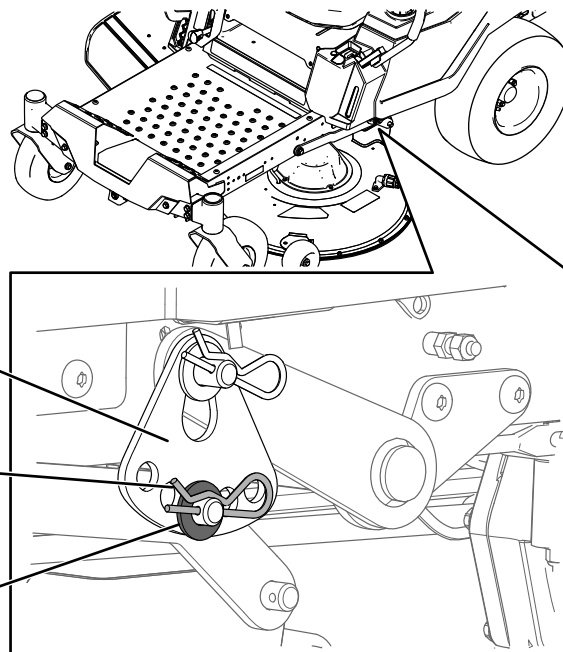

**Figure 71**
4. Placez 2 cales de 6,6 cm d'épaisseur chacune sous chaque côté du bord avant du plateau de coupe, mais pas sous les supports des galets anti-scalp (Figure 71 ou Figure 72).
5. Placez 2 cales de 7,3 cm d'épaisseur chacune sous le bord arrière de la jupe du plateau de coupe, une de chaque côté (Figure 71 ou Figure 72).